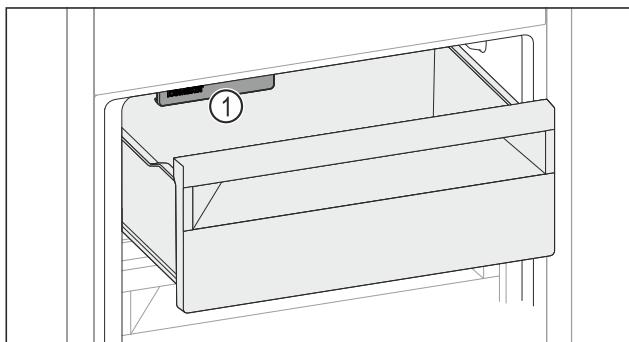

Fig. 169
- ▶ Vložte potraviny do zásuvky. Ak potraviny vložíte na ľavú stranu zásuvky: ▶ Prihliadajte na IceMaker Fig. 169 (1).